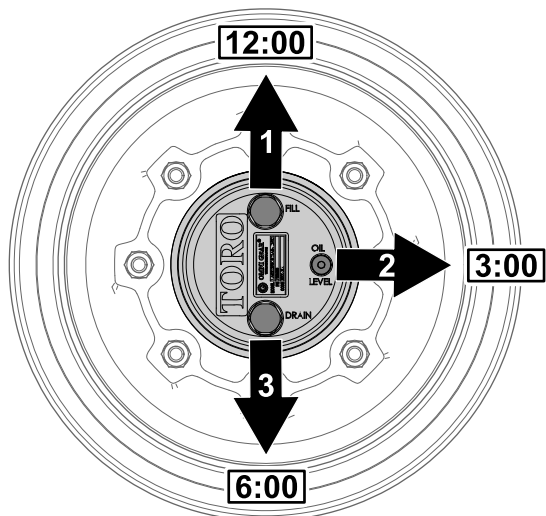

Figure 104
1. Garez la machine sur une surface plane et horizontale, puis tournez la roue de sorte que le bouchon de remplissage soit à la position 12 heures, le bouchon de contrôle soit à la position 3 heures et le bouchon de vidange soit à la position 6 heures (Figure 104).
2. Retirez le bouchon de contrôle à la position 3 heures (Figure 104).
position 3 heures et le bouchon de vidange soit à la position 6 heures ; voir Figure 104 sous Contrôle du niveau de lubrifiant du train planétaire (page 76).